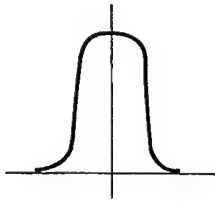
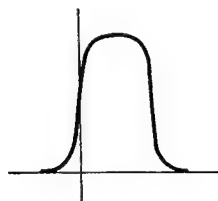
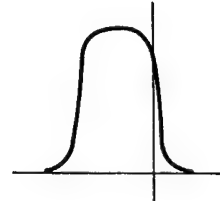

Abb. 4
Abb. 5
Abb. 6
Die Bandbreite einer Kurve kann folgendermaßen ermittelt werden: Bei der Mittenfrequenz $f_0 = 10,7 \text{ MHz}$ sucht man sich einen Punkt etwa in der Mitte des interessierenden Kurvenstückes und merkt sich dessen horizontale Lage, z. B. die Vertikale des Koordinatenkreuzes des Bildschirms (Abb. 4). Sodann verschiebt man die Endpunkte des interessierenden Kurvenstückes durch Verstimmen der Frequenz ⑧ ⑨ in die gemerkte Position, z.B. die Vertikale des Koordinatenkreuzes des Bildschirms, und liest die beiden Frequenzen ab (f_1, f_2) (Abb. 5, Abb. 6). Die Differenz der beiden Frequenzen ($f_2 - f_1$) ergibt die gesuchte Bandbreite.